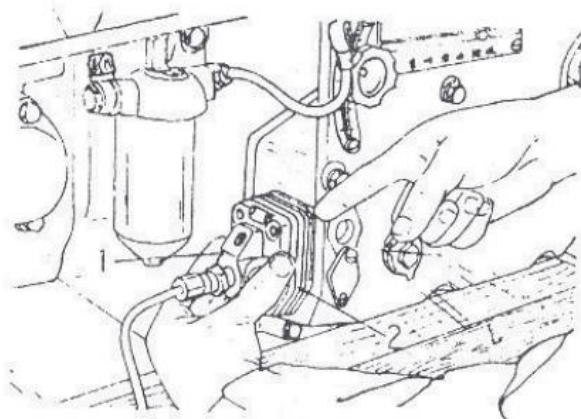

Fig. 12- Ajustar a temporização da injeção de combustível aumentando ou reduzindo o número de calços
(5) – Aumentar ou reduzir o número de juntas. Aumentar o número de calços se a temporização da injeção estiver adiantada. Reduzir o número de juntas se estiver atrasada (Fig.12).